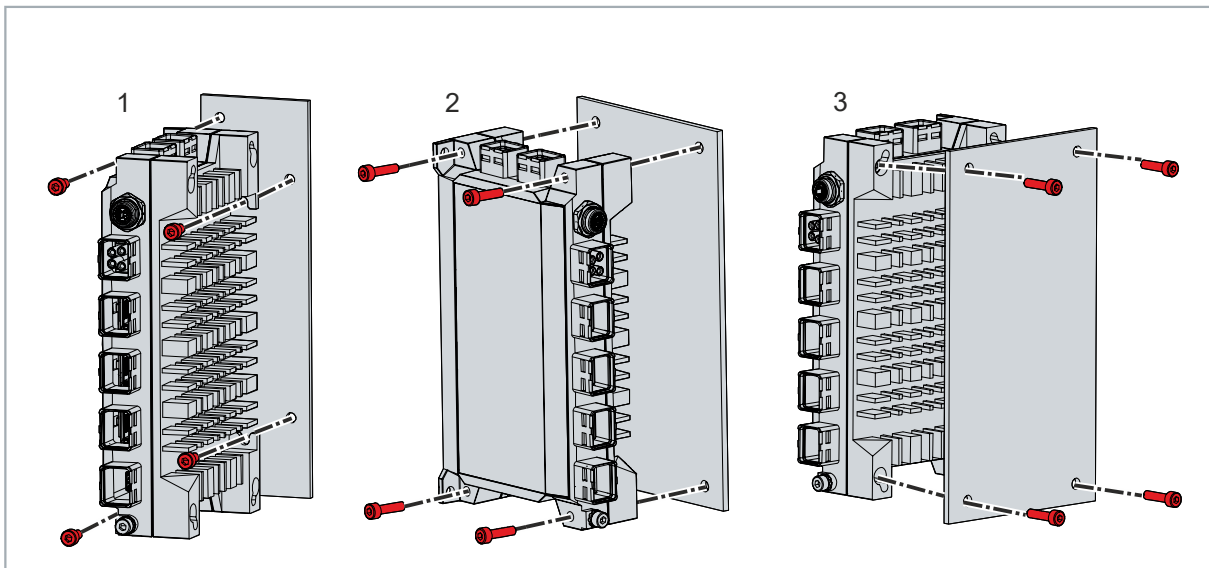

Abb. 14: Montage mit Montagekonzept
Für die Befestigung des Geräts über die Rückwand (1) benötigen Sie M4-Schrauben. Bei der Befestigung über die rechte Seitenwand können Sie die Schrauben von zwei Seiten einsetzen. Setzen Sie M4-Schrauben über die linke Geräteseite ein (2). Setzen Sie M5-Schrauben über die rechte Geräteseite ein (3) (siehe Abb.14).